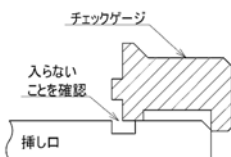

図67 挿し口端面から溝までの距離の確認
- ② チェックゲージが溝と挿し口端面の間に入らないことを確認する(図67)。チェックゲージが入る場合、挿し口端面から溝までの距離が短いので、原因を確認し、新たに挿し口加工をやり直す。なお、呼び径75～250と呼び径300、400ではX寸法(図65参照)が異なるため、使用するチェックゲージが異なる。